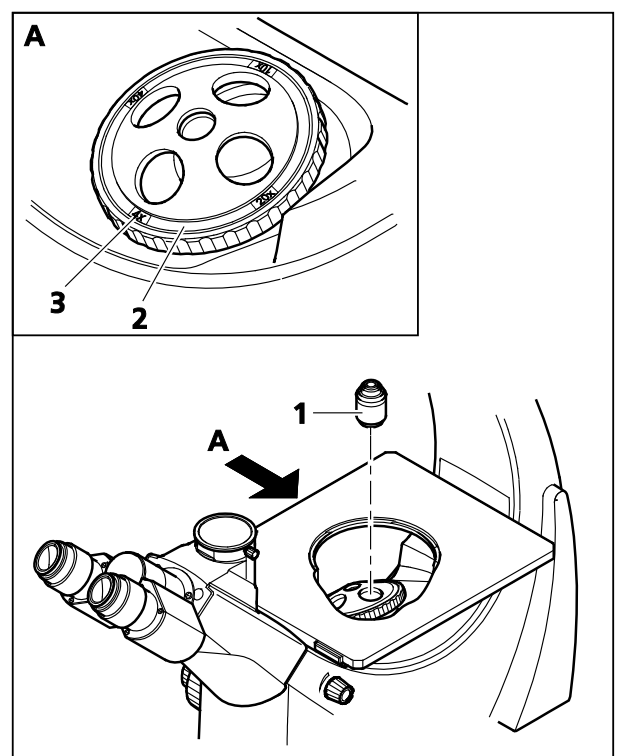

Bild 3 Objektive einschrauben
- Staubkappen aus den Aufnahmebohrungen des Revolvers (Bild 3/2) entfernen.
- Objektive (Bild 3/1) in aufsteigender Reihenfolge in die Aufnahmebohrungen bis zum Anschlag einschrauben.
- Die beiliegenden Klebeschilder (Bild 3/3) mit der Objektivvergrößerung an den entsprechenden Positionen des Revolvers aufkleben.
Die Klebeschilder so aufkleben, dass von links zu lesen ist (Bild 3/3), welche Vergrößerung das gerade in den Strahlengang eingeschwenkte Objektiv besitzt.